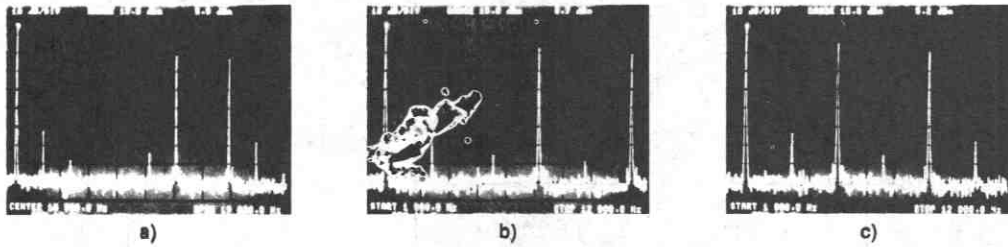

図3. 入力信号周波数1.8kHzの場合のSMP-04の周波数応答特性。(a) サンプル周波数14.4kHzの場合。S/N比は58.2dB。
V.32とV.33モデムではSMP-04に1.8kHzのキャリア信号周波数が加えられます。図3にサンプリング周波数14.4kHz、9.6kHz、7.2kHzの場合のSMP-04の周波数応答特性を示します。S/N比はそれぞれ58.2dB、59.3dB、60dBとなっています。